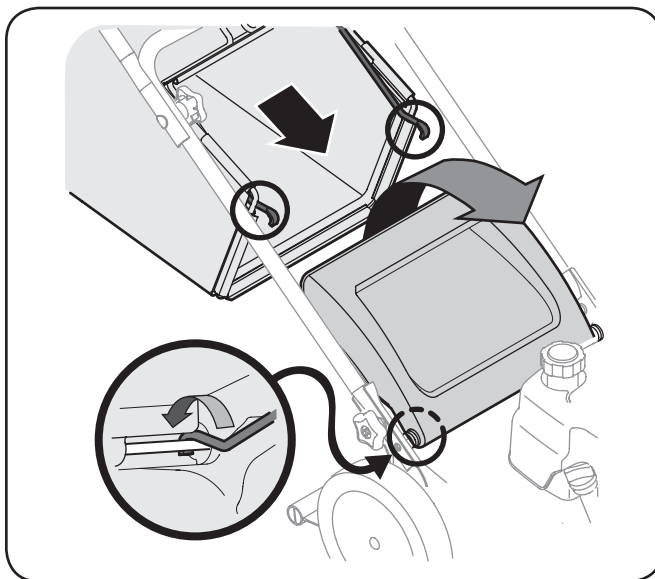

Figura 3-6
3. Para acoplar el colector de césped, Figura 3-6.